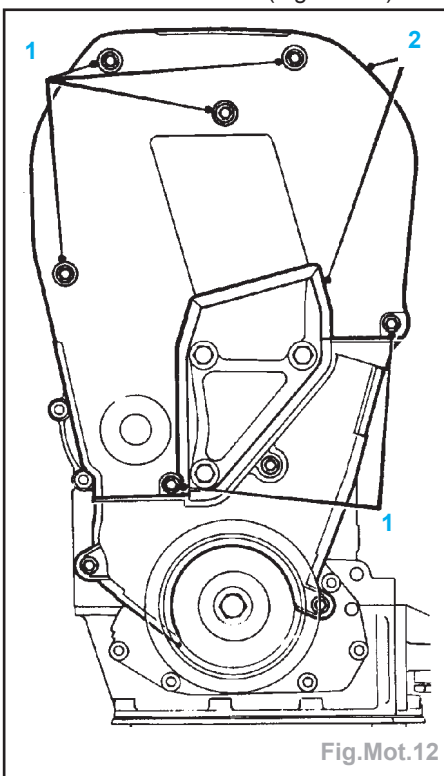

Fig.Mot.12
- Desserrer le boulon inférieur et les vis (1) maintenant le carter supérieur avant de la courroie de distribution (Fig.Mot.12).